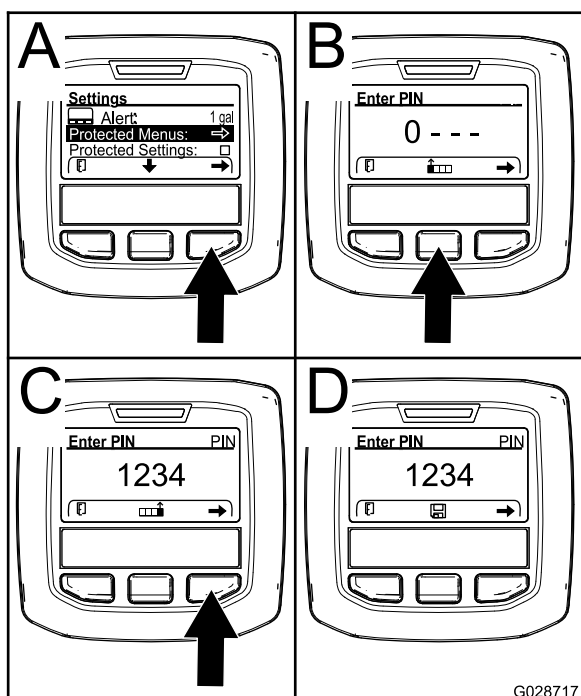

Figura 62
- Premete il pulsante di selezione centrale (B della Figura 62) per aumentare il valore numerico (da 0 a 9).
- Premete il pulsante di selezione destro (C della Figura 62) per spostare il cursore alla posizione numerica successiva a destra.
Nota: Comparirà l'icona Salva sopra il pulsante di selezione centrale (D della Figura 62).
4. Premete il pulsante di selezione destro per selezionare i Menu protetti (A della Figura 62).